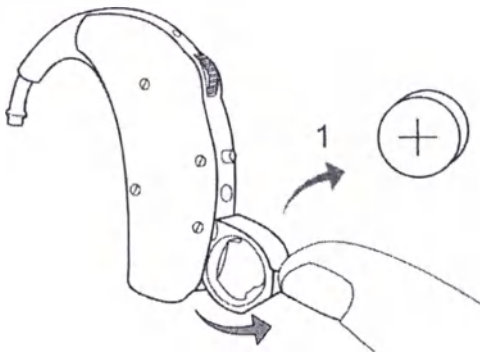

Рисунок 2 – Удаление старого элемента питания
2.1.1.1 Полностью откройте держатель элемента питания кончиком пальца и выньте старый элемент питания, рисунок 2.